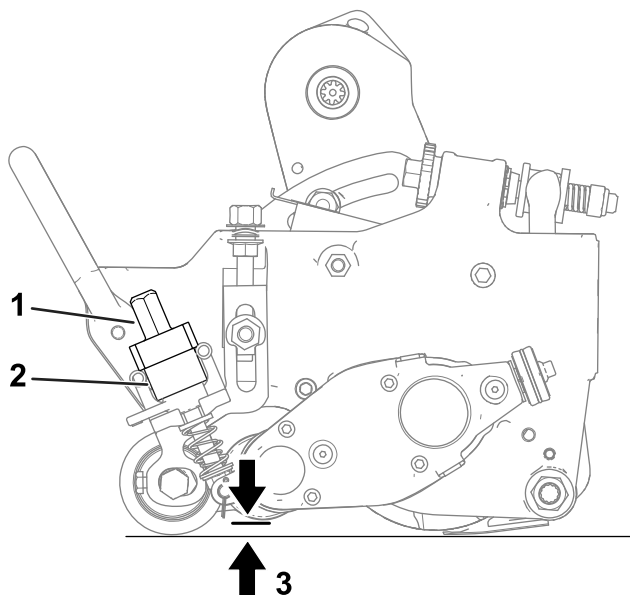

Рисунок 19
- A. Убедитесь, что рычаги быстрого подъема (Рисунок 19) находятся в РАБОЧЕМ положении (т.е. концы рычагов направлены в сторону передней части режущего блока).
- B. С одного конца механической щетки измерьте расстояние от самого нижнего конца ножа механической щетки до рабочей поверхности (Рисунок 19). Поворачивая ручку регулировки высоты, поднимите или опустите конец ножа механической щетки на требуемую высоту. (Рисунок 19).